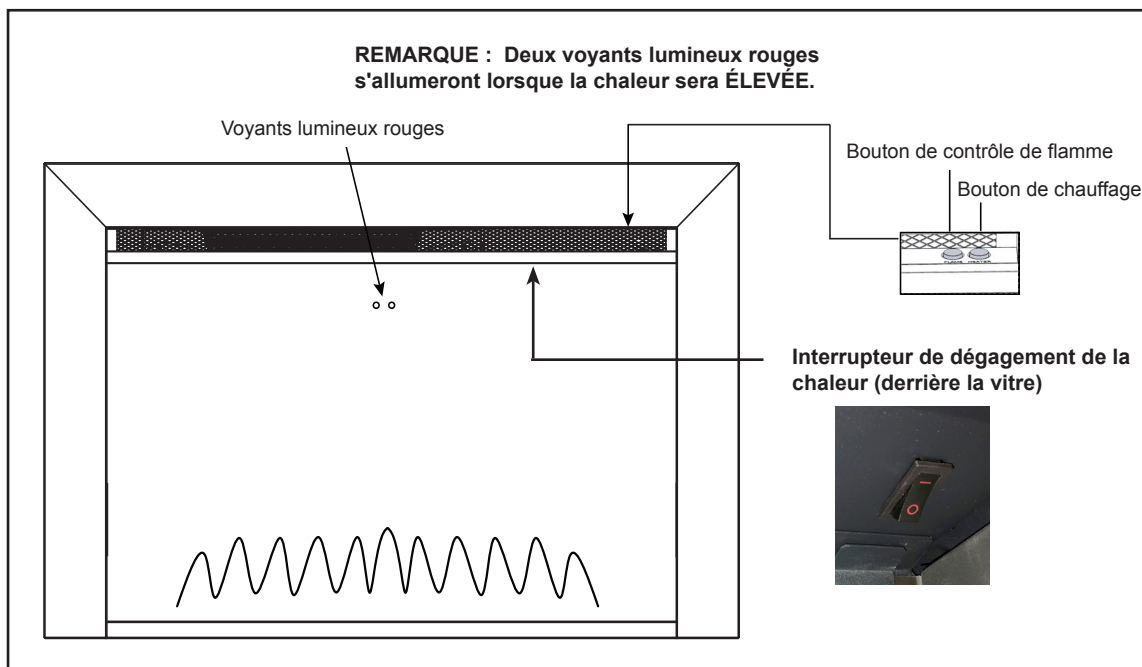

Figure 5.1 Commande manuelle et voyant lumineux
L'appareil peut être utilisé par télécommande et par bouton manuel. Une fois que l'appareil a été correctement installé à un circuit électrique mis à la terre, l'appareil peut être allumé en appuyant sur le bouton « Flamme » pour faire défiler les options « Flamme », ou sur le bouton « Chauffage » pour faire défiler les paramètres du réchauffeur. Voir la figure 5.1.
- Appuyez sur le bouton de pour l'allumer. L'appareil émettra un bip, un voyant DEL s'allumera (voir Figure 5.1) et le chauffage s'allumera sur un réglage de chauffage BAS.
L'appareil est équipé d'un interrupteur de dégagement de la chaleur. Ce commutateur désactive l'utilisation du chauffage et l'empêchera d'être allumé par le bouton de chauffage manuel ou à distance. L'interrupteur est placé derrière la vitre de visualisation avant et est placé au plafond à l'intérieur de l'appareil. Voir la figure 5.1. Veuillez vous référer à la section 4 pour le retrait des vitres.